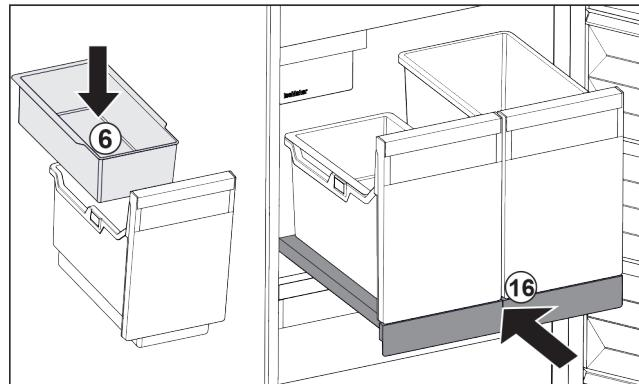

Fig. 130
- ▶ Вставьте навесной лоток *Fig. 130 (6)* для кубиков льда.
- ▶ Вставьте выдвижную панель с контейнером (IceTower). *Fig. 130 (16)*